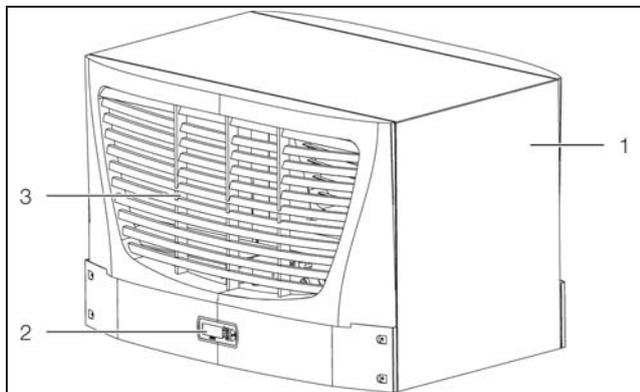
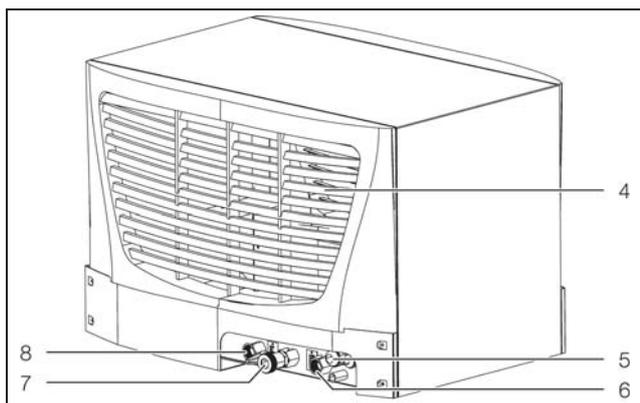

Fig. 1: Vista anteriore (3318.600, 3318.610, 3319.600, 3319.610)
Fig. 2: Vista posteriore (3318.600, 3318.610, 3319.600, 3319.610)
Manicotto di scarico vasca (fig. 2, pos. 7) solo nei modelli 3318.600 e 3319.600.
Legenda fig.1 e fig.2